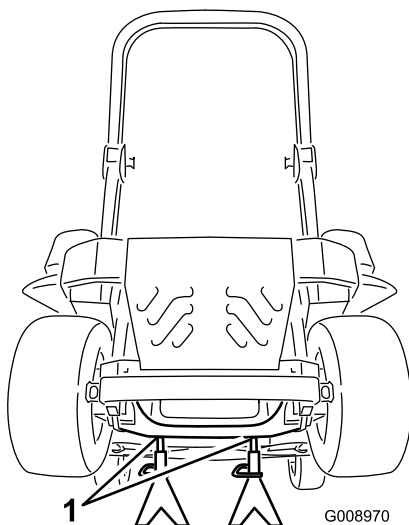

Figura 85
3. Levante la máquina y apóyela sobre gatos fijos (Figura 85).
9. Retire los soportes y baje la máquina (Figura 85).